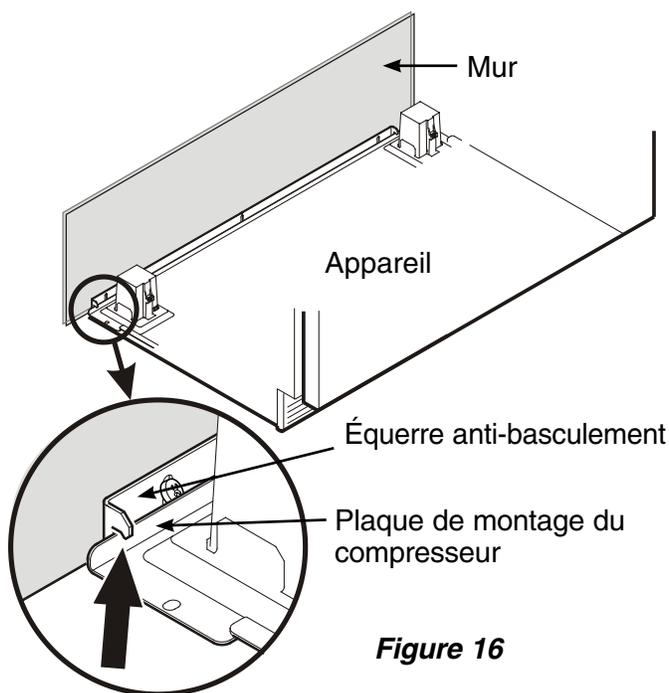

Figure 16
4. Pousser lentement l'appareil vers le mur arrière jusqu'à ce que la plaque de montage du compresseur soit en contact avec l'équerre antibascullement (**Figure 16**).
Afin d'éviter que l'appareil ne bascule vers l'avant, la plaque de montage du compresseur doit être en contact avec l'équerre antibascullement (**Figure 16**).